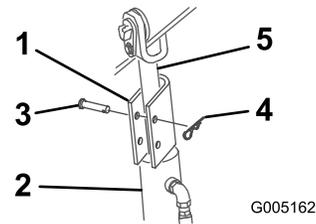

Figura 20
- Coloque un bloqueo de cilindro sobre la barra de cada cilindro de elevación (Figura 20).
- Fije el bloqueo de cilindro de cada brazo de carga con un pasador y una chaveta (Figura 20).